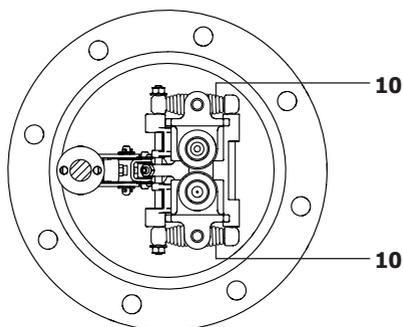

Рис. 9
3. Осмотрите пружины (дет. 10 рис. 9). Если они повреждены, отожмите держатели и снимите пружины со штифтов. Замените пружины и установите новые держатели.